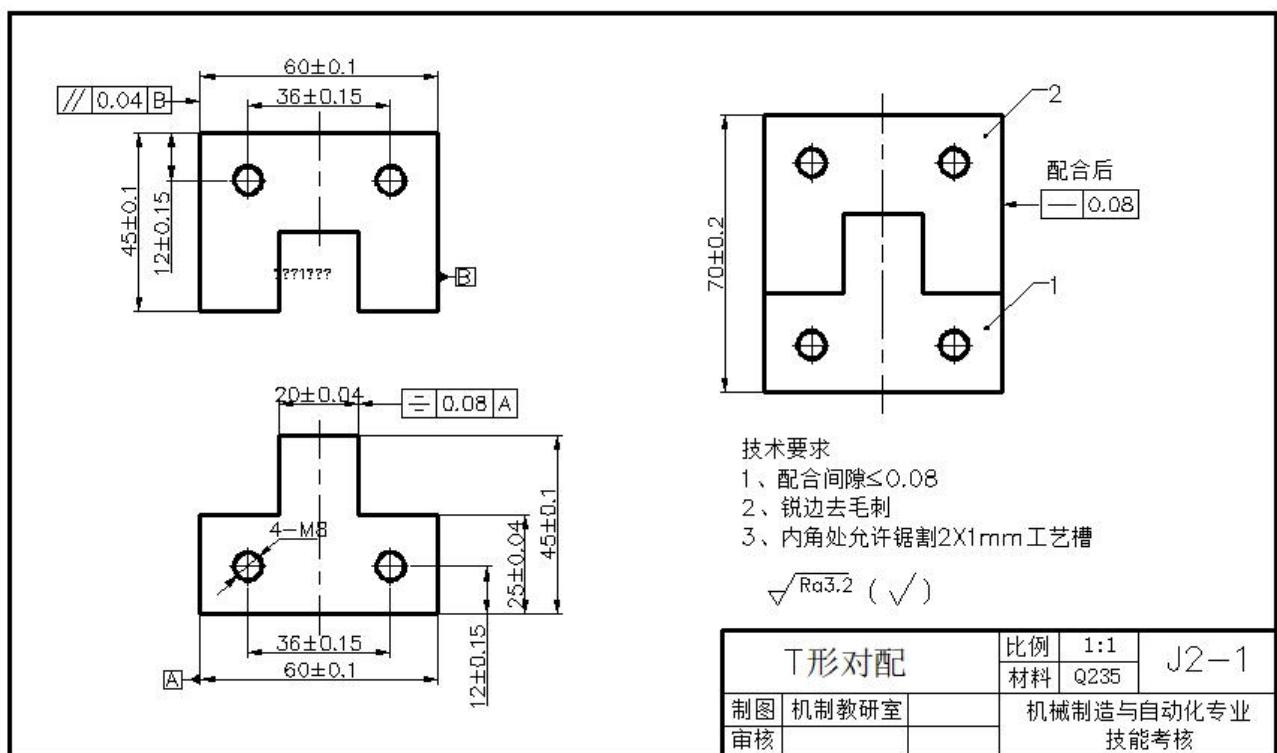

图 J2-1-1 T 型对配
- 3) 根据零件图 J2-1-1 的要求完成凸、凹零件的加工与配锉加工。去毛刺，倒棱角 C0.3，配合面不允许倒角，不准使用专用工、夹具加工和抛光；